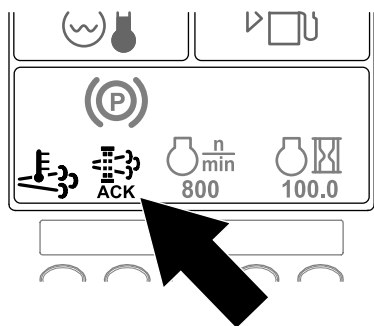

Figure 61
10. L'InfoCenter affiche l'écran d'accueil et l'icône de confirmation de régénération (Figure 61) apparaît en bas à droite de l'écran pendant le processus de régénération.